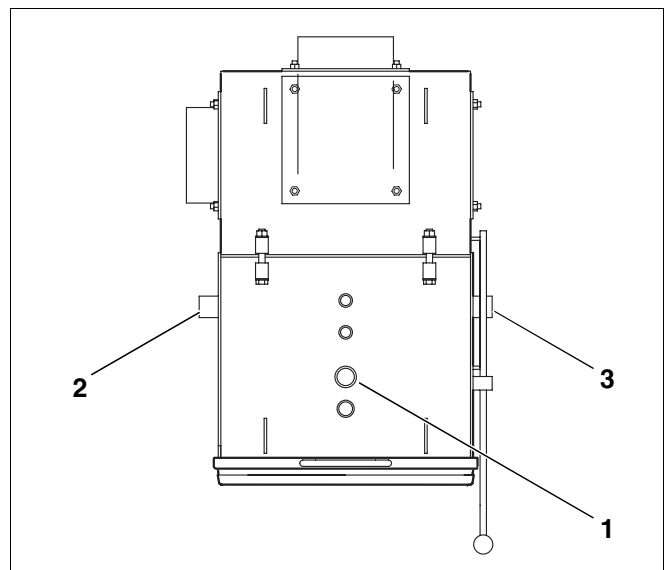

Abb. 6 WTK – Anschlüsse für Vor- und Rücklauf
Die Muffe für den Vorlaufanschluss (VK) befindet sich auf dem WTK (Abb. 6, **Pos. 1**).
Für den Rücklaufanschluss kann wahlweise die Muffe auf der linken Seite (Abb. 6, **Pos. 2**) oder auf der rechten Seite (Abb. 6, **Pos. 3**) benutzt werden.